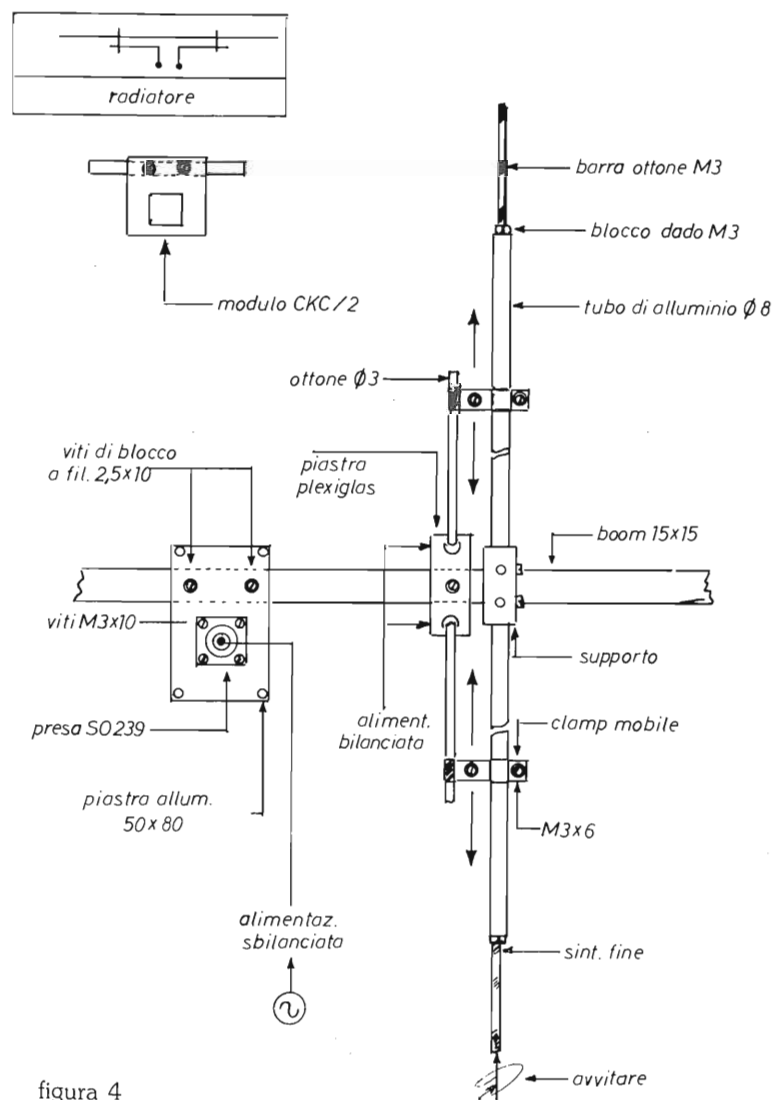

figura 4
La presa coassiale è assemblata su una bassetta in lamierino di alluminio 8/10 come già detto in precedenza parlando della scatola TEK0 misura minima. Su di essa di ricava un foro da $\varnothing 16$ mm per la presa coassiale tipo SO 239 se si lavora in VHF oppure tipo BNC se si lavora in gamma UHF... Una coppia di fori è indispensabile per le viti autofilettanti di fissaggio della stessa al boom di antenna. Vedi figura 4.
N.B.: Ad assemblaggio perfezionato il tutto si presenta come nella figura 4. La piastra di alluminio con la presa coassiale tipo SO 239 è opzionale, e dipende dal tipo di alimentazione scelta.